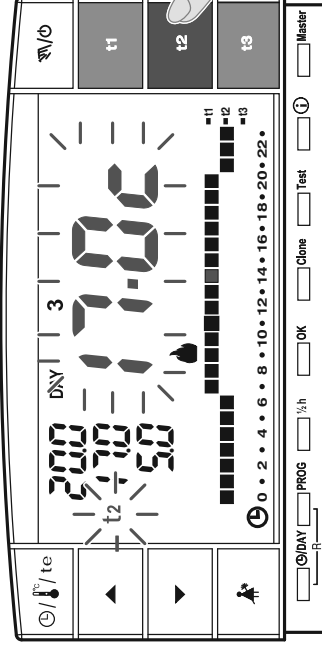

fig. 20
- Premere il tasto (**t1** o **t2** o **t3**) corrispondente al set di temperatura che si desidera modificare: il corrispondente indice di temperatura (**t1** o **t2** o **t3**) e le cifre centrali lampeggiano (le cifre centrali grandi lampeggianti indicheranno la temperatura di set impostata) (fig. 20).